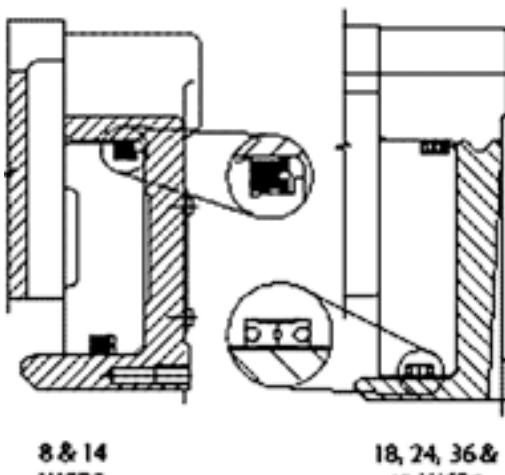

Рис. 19
- 4.7.10 В канавки в поршне вставляют новые уплотнения, отмечая ориентацию кромки уплотнений. См. рис. 19.
- Примечание :** Возможно, что в некоторых сборках была установлена цельная двусторонняя кромка уплотнения. Этот тип уплотнения сейчас заменили на ДВА уплотнения, которые устанавливаются «спина-к-спине» как показано на рис. 19.
4.9.11 В канавки в поршне вставляют новые уплотнения, отмечая ориентацию кромки уплотнений. См. **рис. 19**.